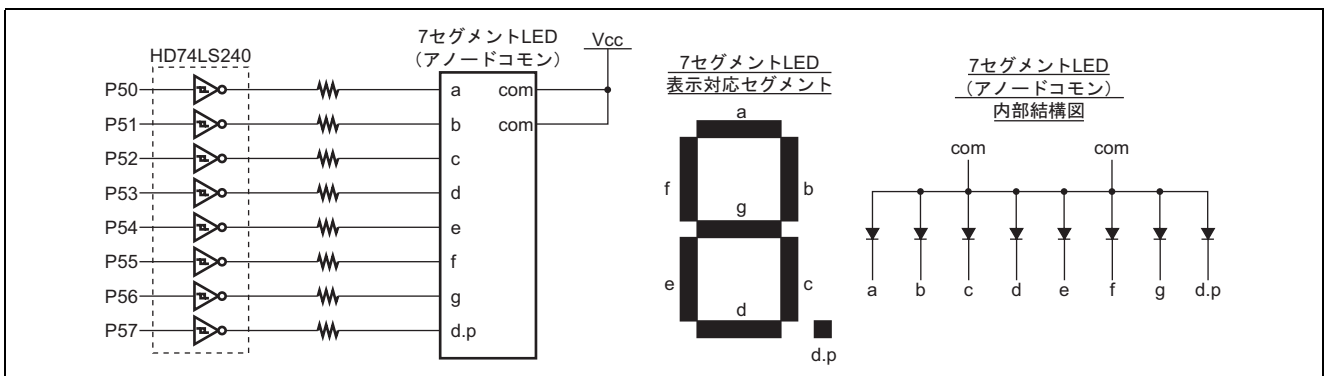

図 2.2 7セグメント LED 接続図および内部結線図
2. 使用する 7セグメント LED の接続図を図 2.2 に示します。図 2.2 に示すようにポート 5 から "High" を出力することにより対応する LED のセグメントが点灯します。また、ポート 5 出力と LED 表示データの関係を表 2.2 に示します。